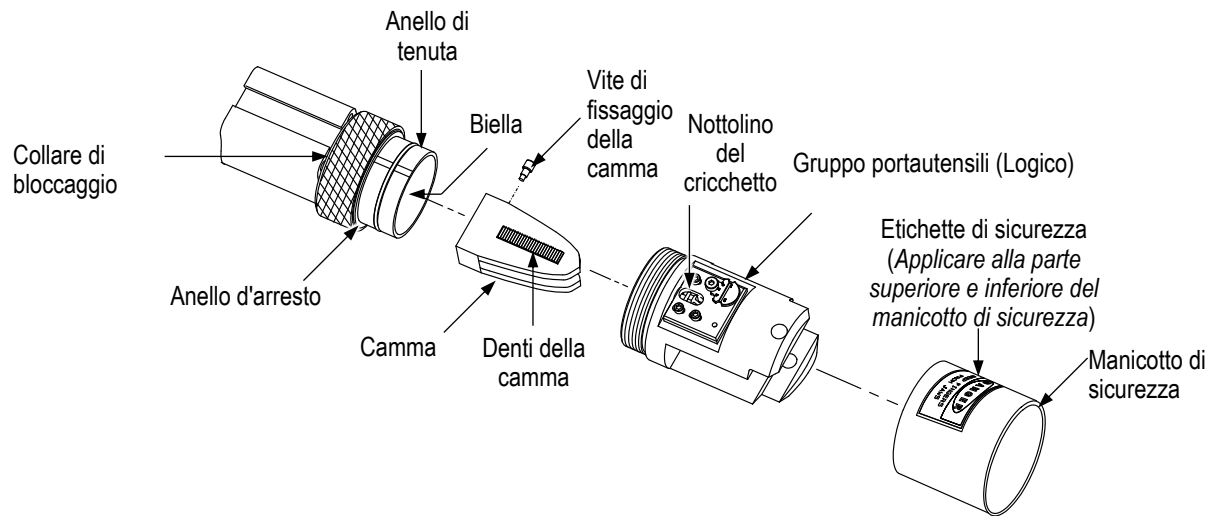

Figura 8
Nella confezione del gruppo portautensili è presente una striscia di etichette di sicurezza adesive stampate in diverse lingue. Rimuovere dalla striscia l'etichetta adeguata e applicarla sul manicotto di sicurezza (fornito con i gruppi portautensili piccolo e grande) come mostrato in Figura 8 o direttamente sull'adattatore (che non richiede manicotto di sicurezza).
- Collocare la camma (con la vite di fissaggio) sulla biella come mostrato in Figura 8. La camma deve essere a ridosso del lato della biella. Se ciò non avviene, ruotare in *senso antiorario* la vite di fissaggio della camma finché quest'ultima non aderisce correttamente alla biella.